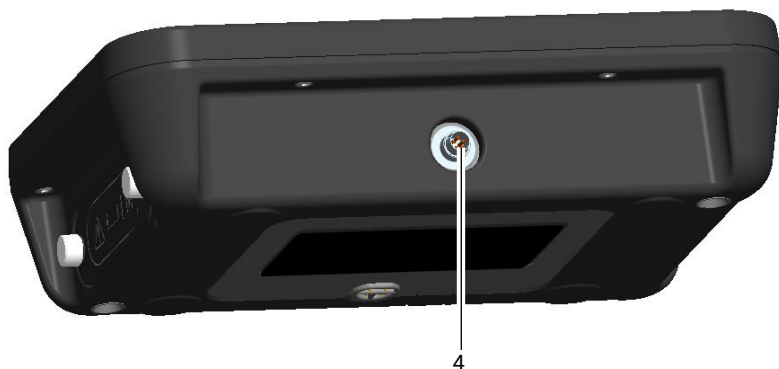

図 3: ADTSTOUCH のアンビリカルケーブルコネクター
- アンビリカルケーブルを使って ADTSTOUCH コネクタ (4) (図 3 を参照) を ADTS に接続する。